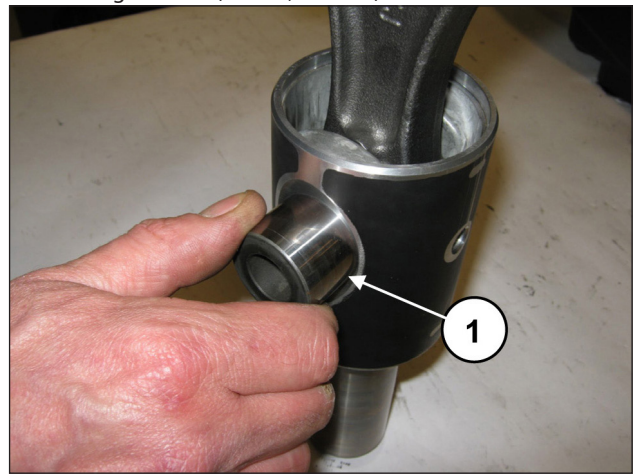
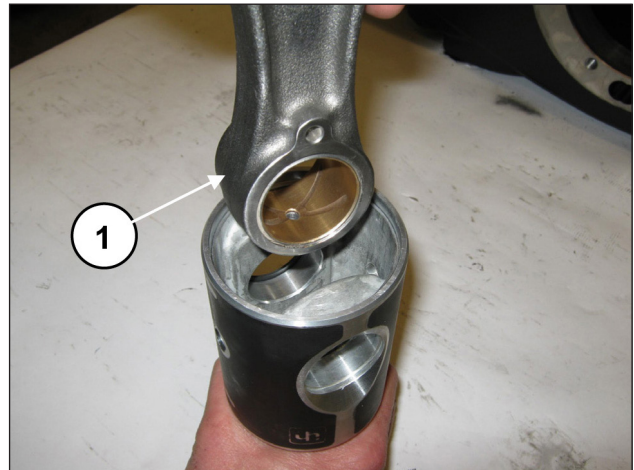

Abb. 38
Abb. 39
Streifen Sie den Bolzen ab (Pos. ①, Abb. 38) und ziehen Sie die Pleuelstange heraus (Pos. ①, Abb. 39).
Setzen Sie die Pleuelstange in die Kolbenführung ein (Pos. ①, Abb. 39) und anschließend den Bolzen (Pos. ①, Abb. 38). Montieren Sie die zwei Seegeringe zur Sicherung (Pos. ①, Abb. 37).